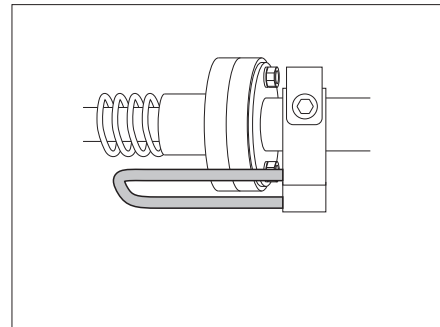

Bild 109 Sicherungshebel in Stellung gesichert
- ▶ Vor der Benutzung des Bettes prüfen, ob sich der Sicherungshebel in der gesicherten Position befindet (Bild 109).
- Sicherungshebel in die gesicherte Position stellen (Bild 109).